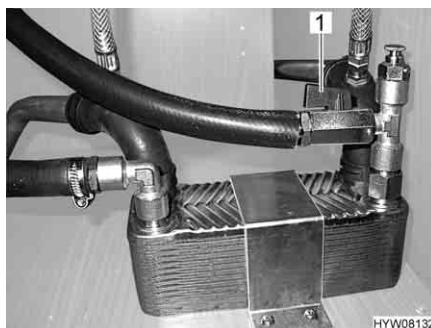

Fig. 108 Scambiatore di calore Alde
**Accensione:** ■ Posizionare la maniglia (Fig. 108,1) del rubinetto di chiusura parallelamente alla tubazione.
**Spegnimento:** ■ Posizionare la maniglia (Fig. 108,1) del rubinetto di chiusura verticalmente rispetto alla tubazione.